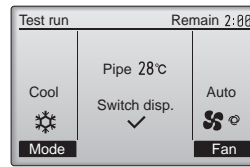

Fig. 7-6
- ① Drücken Sie die Taste , um durch die Betriebsarten in der Reihenfolge "Cool" (Kühlen) und "Heat" (Heizen) zu schalten. (Fig. 7-6)